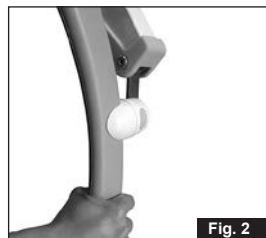

Fig. 2
2. Indsæt løftebøjlen i åbningen på siden af løftebøjls topdæksel (*fig. 2*).